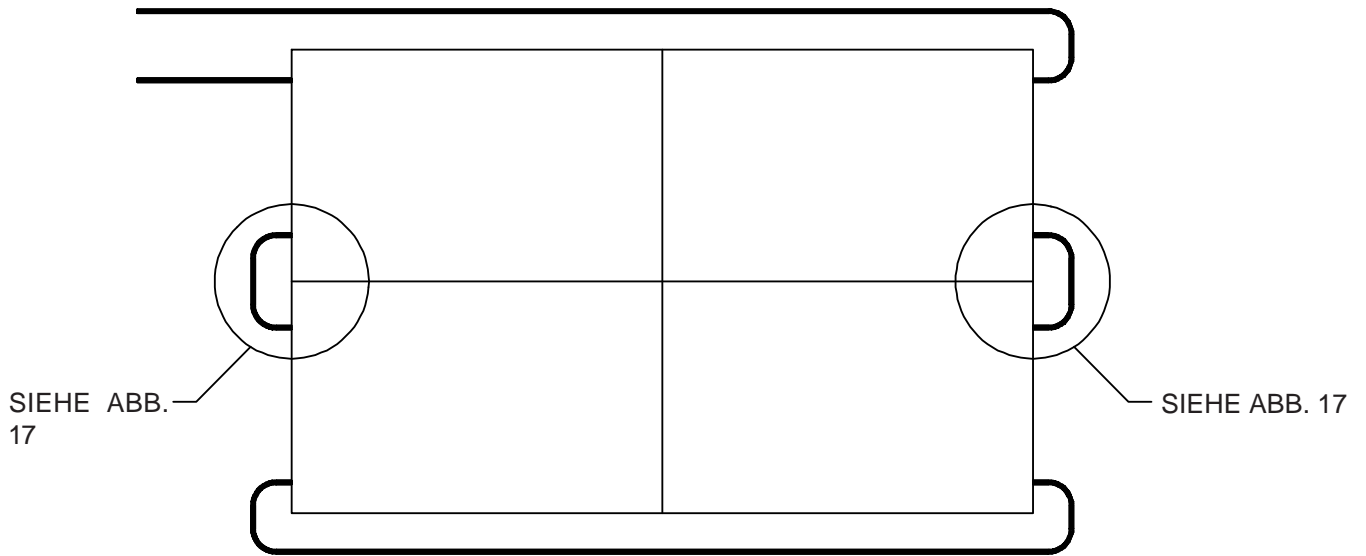
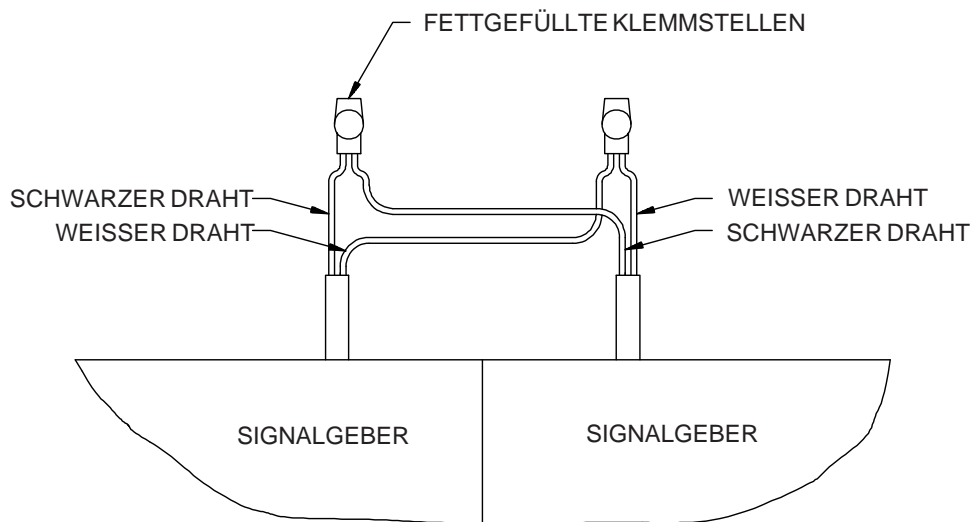

Abbildung 16 - Serielle Verbindung der Signalgeber
Abbildung 17 - Verkabelung von zwei Signalgebern
Schritt 5: Beim Einsatz von mehreren Matten werden diese in Reihe geschaltet. Siehe Abbildung 16 und Abbildung 17. Spezielle, fettgefüllte Anschlussklemmen (falls IP67 nötig) können von Tapeswitch bezogen werden. Schneiden Sie, falls nötig, das Kabel auf die richtige Länge. Das Kabel sollte immer etwas länger gewählt werden.